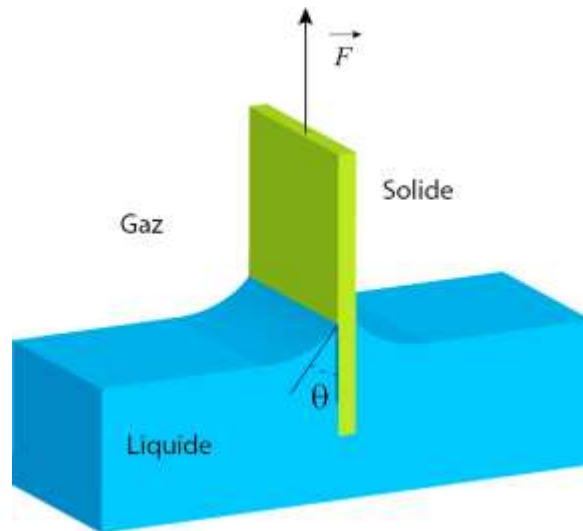

Figure 9: Principe de la balance d'arrachement.
40. Un protocole classiquement utilisé pour mesurer la tension superficielle  $\gamma = \gamma_{LG}$  d'un liquide est la balance d'arrachement dans laquelle un opérateur exerce une force de traction  $\vec{F}$  sur une lame solide plongée dans un liquide, jusqu'à l'arrachement comme représenté sur la figure 9. On note Oz, l'axe vertical de vecteur unitaire  $\vec{e}_z$  dirigé vers le haut.
- On identifie la variation d'énergie calculée précédemment au travail de la force que doit exercer un opérateur lors de cette transformation  $\vec{F}_l = \frac{dE}{dz} \vec{e}_z$ . En utilisant l'expression de la loi de Young-Dupré qui relie les trois énergies interfaciales intervenant au niveau de la ligne triple et l'angle de contact  $\theta$  du liquide sur le solide (défini sur la figure 9):